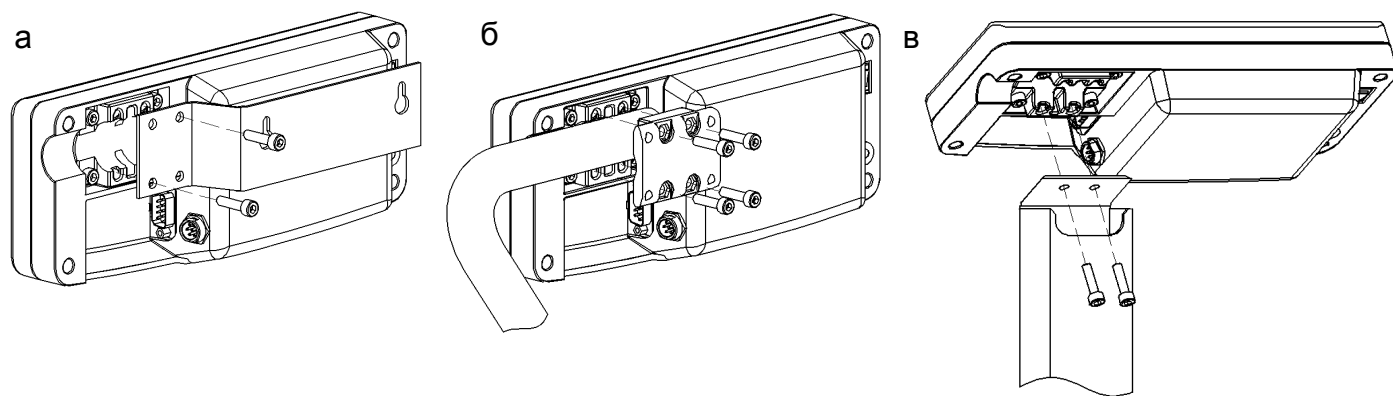

Рис. 5.5 - Варианты крепления устройства индикации:
- подсоединить двумя винтами M5x20 кронштейн к устройству индикации (Рис. 5.5а);
- закрепить устройство индикации на стойке кронштейном, затянув четыре винта M5x30 с небольшим усилием (Рис. 5.5б). Излишек кабеля заправить в стойку со стороны устройства индикации;
- закрепить двумя винтами М5х20 устройство индикации на стойке (Рис. 5.5в). Излишек кабеля заправить в стойку.
- закрепить двумя винтами М5х20 устройство индикации на стойке (Рис. 5.5в).